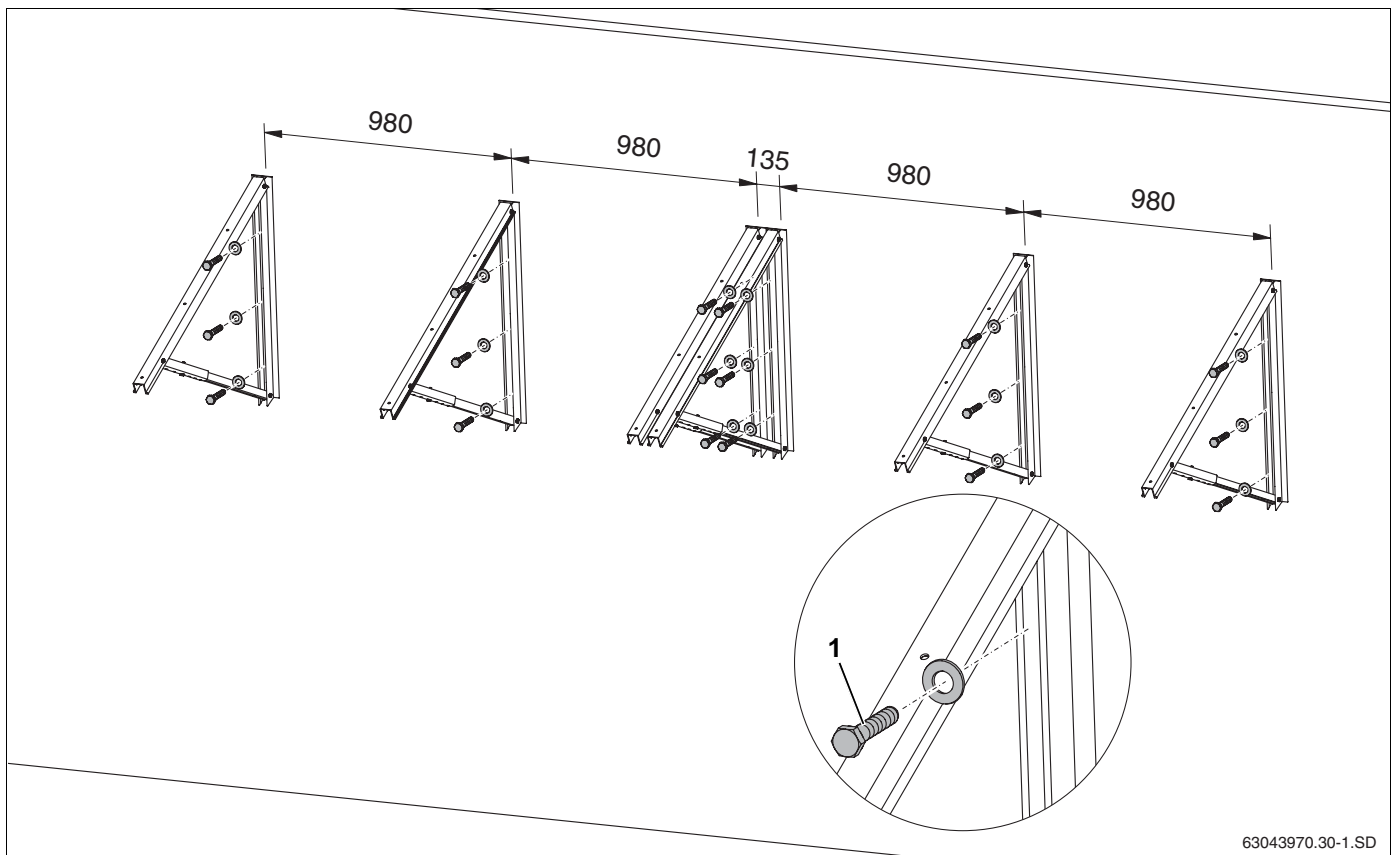

Bild 30 Montering av solpanelshållarna på fasaden för 2 solpaneler (mått i mm)
- Montera varje solpanelshållare bredvid varandra på fasaden med 3 skruvar (se tab. 9, bild 30, pos. 1).